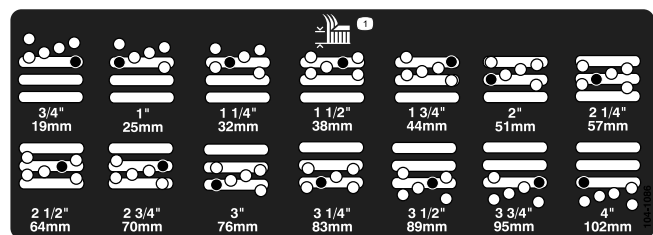

Рисунок 19
5. Переместите камеру на требуемую высоту скашивания и установите проставку в предусмотренные для этой высоты отверстие и паз (Рисунок 19).